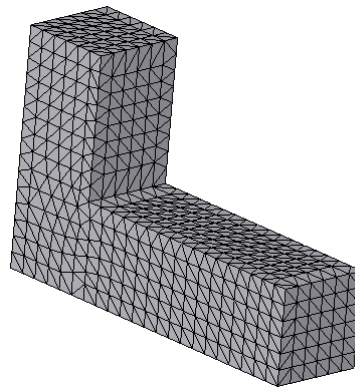

Рис. 3.1.3. Продискретизована скінченними елементами модель балки
4. Використовуючи елементи другого порядку, створіть сітку із параметрами за замовчуванням – для цього використайте **Create Mesh** (Создать ...) із контекстного меню гілки **Mesh**(Сетка). Результат показаний на рис. 3.1.3